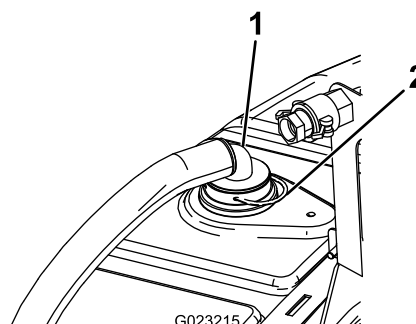

Figure 15
1. À l'aide d'une goupille de retenue, fixez le côté du flexible muni du raccord à 90° dans la traversée préalablement installée (Figure 15).